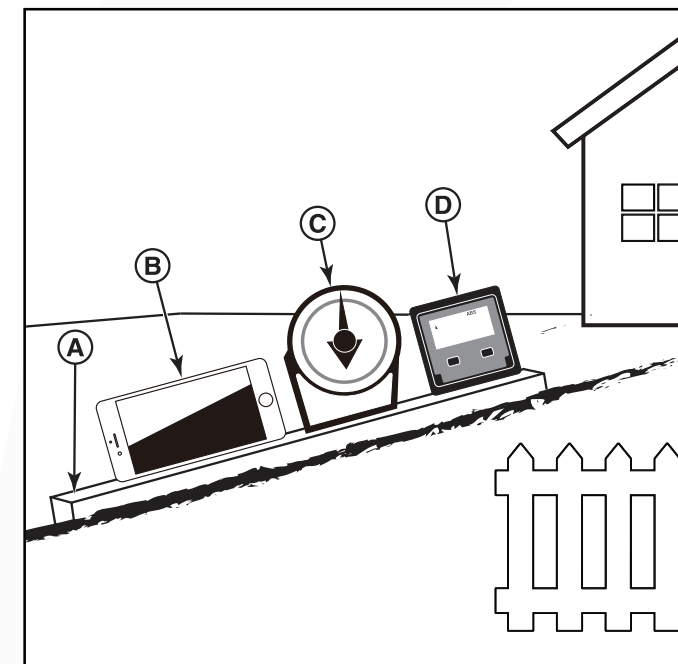

Fig. 1
1. Utilice un borde recto de al menos dos (2) pies de largo (A, Fig. 1). Un 2x4 o un trozo recto de metal también funcionan.
- a. **Utilice su teléfono inteligente:** Muchos teléfonos inteligentes (B, Fig. 1) disponen de un inclinómetro (buscador de ángulos) situado bajo la aplicación (app) brújula. Alternativamente, puede buscar en la tienda de aplicaciones de su teléfono una aplicación para el inclinómetro.
- b. **Utilice las herramientas del buscador de ángulos:** Las herramientas para encontrar ángulos (C y D, Fig. 1) están disponibles en las ferreterías locales o en línea (también llamadas inclinómetro, transportador, medidor de ángulos o medidor de ángulos). Los de tipo dial (C) o digital (D) funcionan, los otros pueden no hacerlo. Lea y obedezca las instrucciones de uso suministradas con el medidor de ángulos.
3. Coloque el borde recto de dos (2) pies de largo a lo largo de la parte más empinada de la pendiente del césped. Suba y baje la tabla por la pendiente.